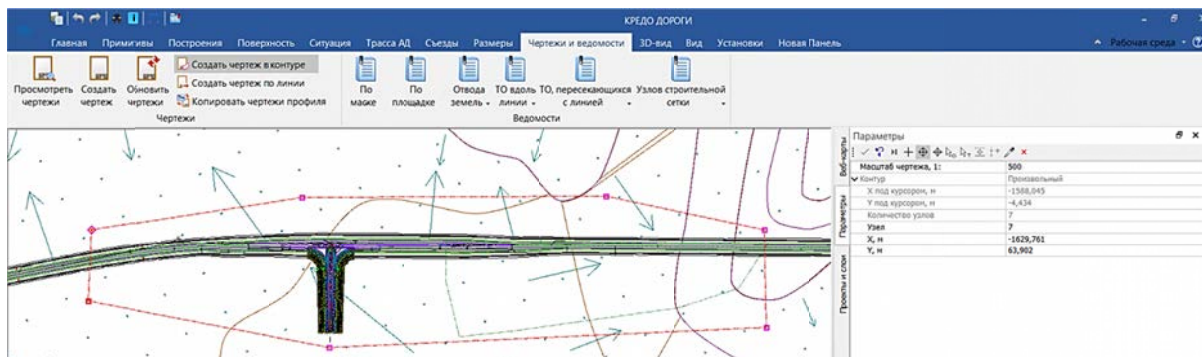

Рис. 6.10. Команда СОЗДАТЬ ЧЕРТЕЖ В КОНТУРЕ
Также можно воспользоваться командой **ЧЕРТЕЖИ И ВЕДОМОСТИ – ЧЕРТЕЖИ – СОЗДАТЬ ЧЕРТЕЖ В КОНТУРЕ** для создания чертежей отдельных мест на проектируемом участке автомобильной дороги (рис. 6.10).
8. При выборе данной команды необходимо на локальной панели **Параметры** задать масштаб формирования чертежа и выбрать тип контура, по которому будет сформирован чертеж (прямоугольный или произвольный). При создании контура режим курсора выбирается в зависимости от поставленных задач: режим «указание» или «захват точки» (рис. 6.10).